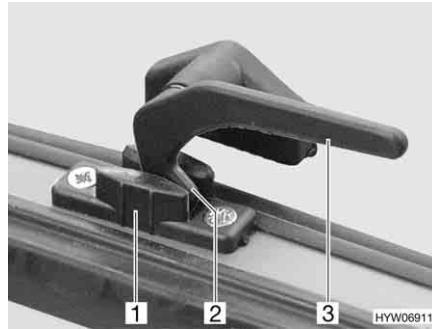

Fig. 51 Levier de verrouillage en position "Aération permanente"
- En position "Aération permanente" (Fig. 51)
- Tourner le levier de verrouillage (Fig. 51,3) d'un quart de tour vers le centre de la fenêtre.
- Tourner le levier de verrouillage d'un quart de tour vers le cadre de la fenêtre. Le tenon de verrouillage (Fig. 51,2) doit pénétrer alors dans le logement prévu à cet effet dans le verrouillage de fenêtre (Fig. 51,1).